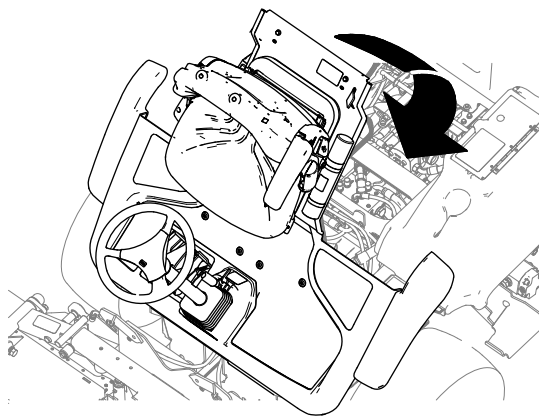

Figure 50
1. Abaissez doucement la plateforme (Figure 50).